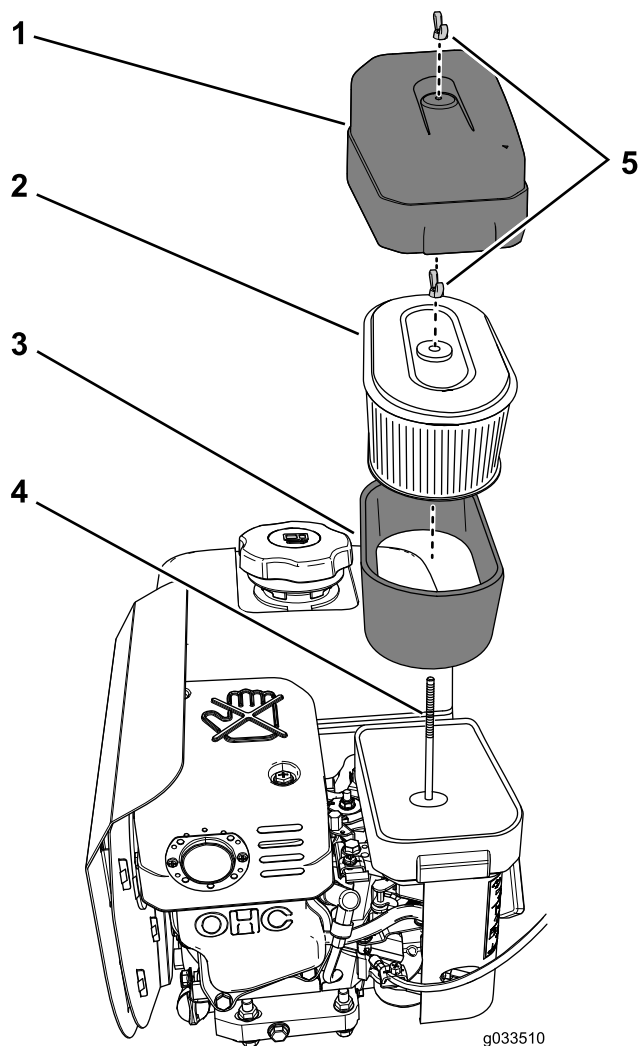

図 12
2. エンジン内部に汚れが落ちないように、まず、エアクリーナカバーの周囲をきれいに清掃する **図 12**。
3. エアクリーナカバーの蝶ナットを左に回して取ってエアクリーナカバーを外す **図 12**。
4. スポンジエレメントとペーパーエレメントを固定している蝶ナットを左に回して、これらのエレメントを固定ロッドから外す **図 12**。
5. ペーパーエレメントからスポンジエレメントを注意深く外す **図 12**。
1. エレメントに破れや油汚れ、傷がないか点検する **図 12**。
1. ペーパーエレメントに、注意深くスポンジエレメントを取り付ける **図 12**。
2. ペーパーエレメントの上部プレートについている穴をキャブレターのロッドに合わせて入れる **図 12**。
3. 蝶ナットでフィルタをキャブレターに固定する蝶ナット **図 12**はステップ4 **スポンジエレメントとペーパーエレメントの取り外し** (ページ 10)で外したものを使用する。
4. エアクリーナカバーについている穴を取り付けロッド **図 12**に合わせてカバーをロッドに取り付け、ステップ3 **スポンジエレメントとペーパーエレメントの取り外し** (ページ 10)で外した蝶ナットで固定する。